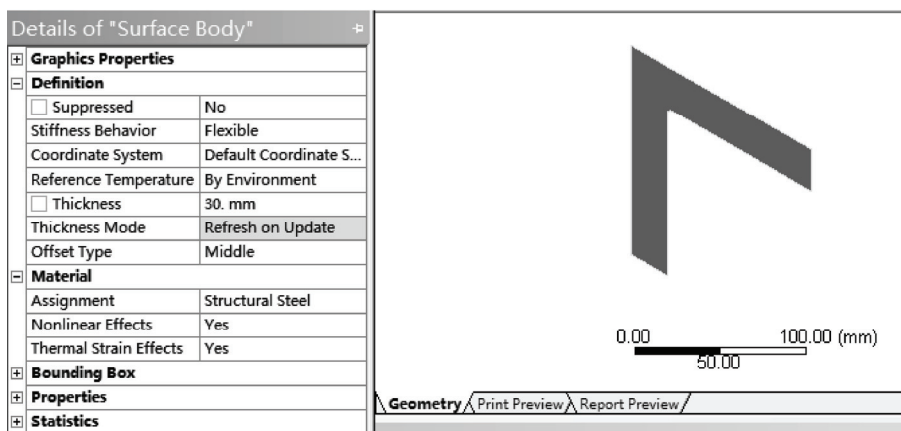

图 18-5 零件行为设置
4) 在 Details of “Surface Body” 细节窗口中设置 Thickness 为 30mm, 设置面实体的厚度为 30mm, 如图 18-5 所示。